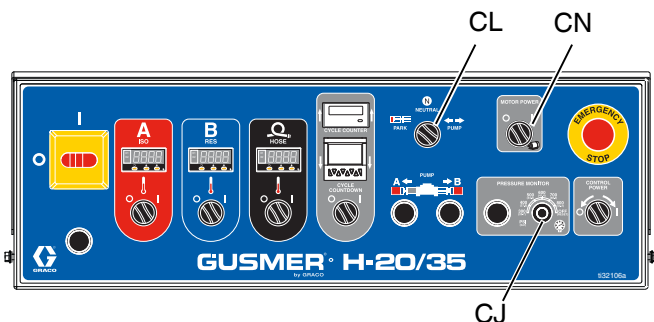

FIG. 39
9. Tournez le bouton de monitoring de la pression (CJ) sur OFF (Arrêt). Voir la FIG. 39.
- Lancez le moteur hydraulique en activant l'interrupteur d'alimentation du moteur (CN). Tourner l'interrupteur de commande (CL) de la pompe sur POMPE.